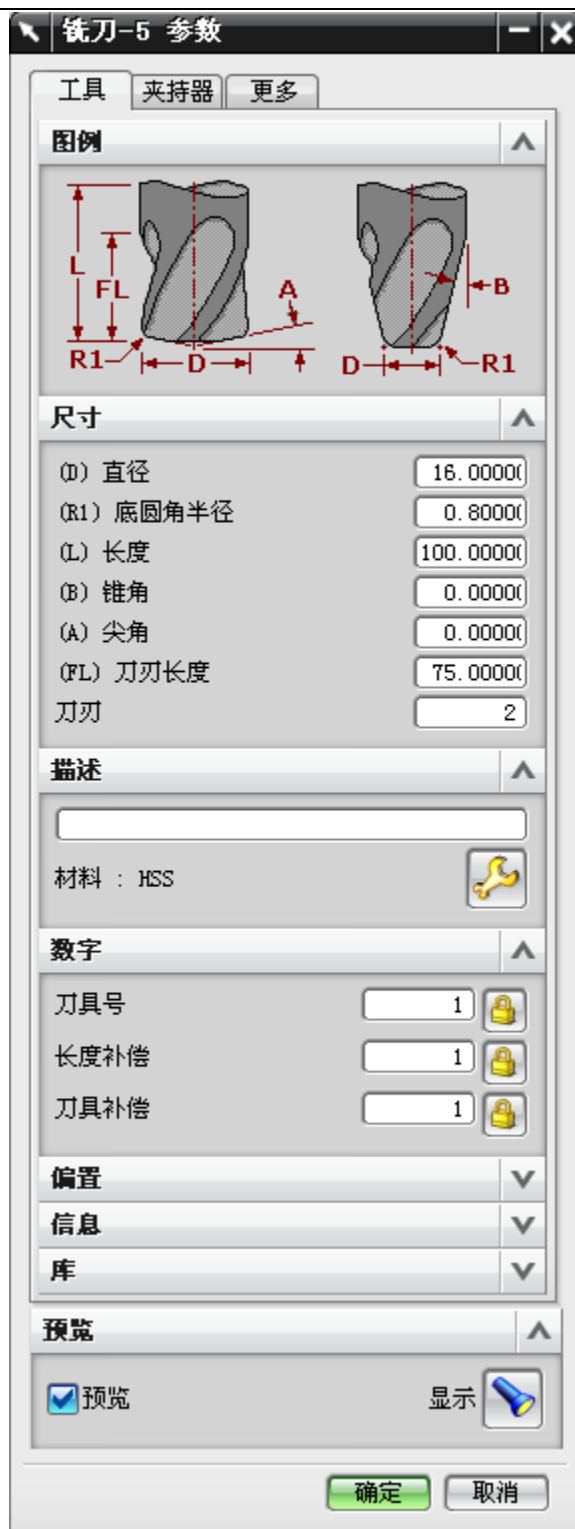

图 3-14
- 单击 OK，打开刀具参数设置对话框，设置如图 3-14 所示的参数。